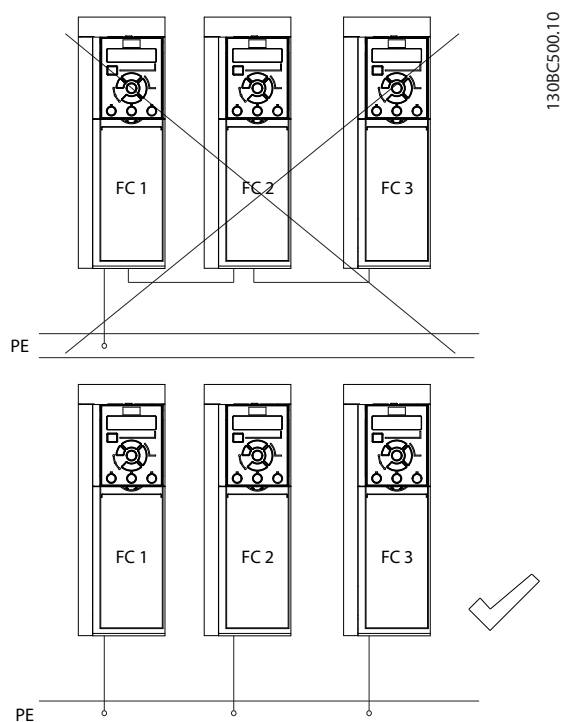

Рисунок 4.3 Принципы заземления
- Запрещается совместно заземлять несколько преобразователей частоты с использованием последовательного подключения (см. *Рисунок 4.3*).